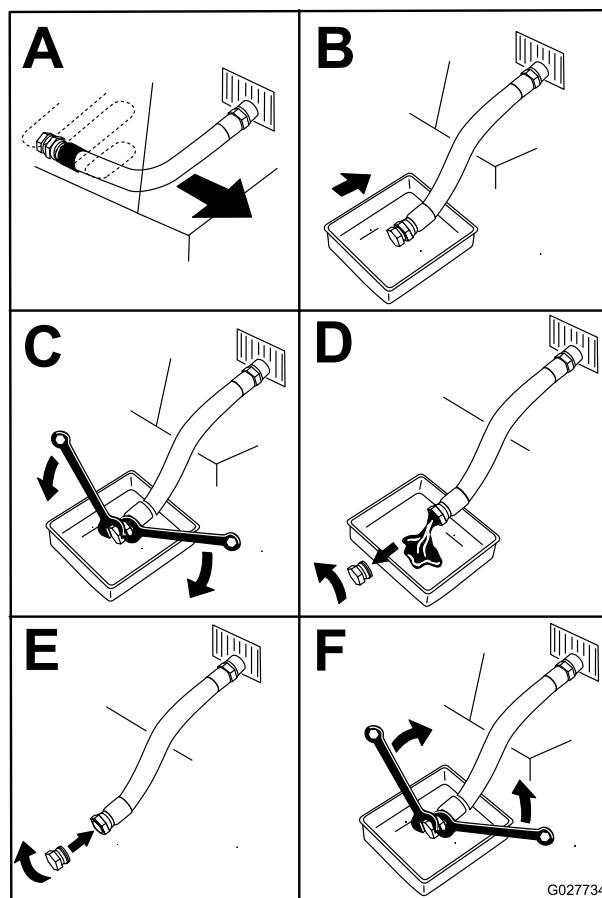

Bild 48
4. Stellen Sie vor dem Verlassen des Fahrersitzes den Motor ab, ziehen Sie den Schlüssel ab und warten Sie, bis alle rotierenden Teile zum Stillstand gekommen sind (Bild 48).